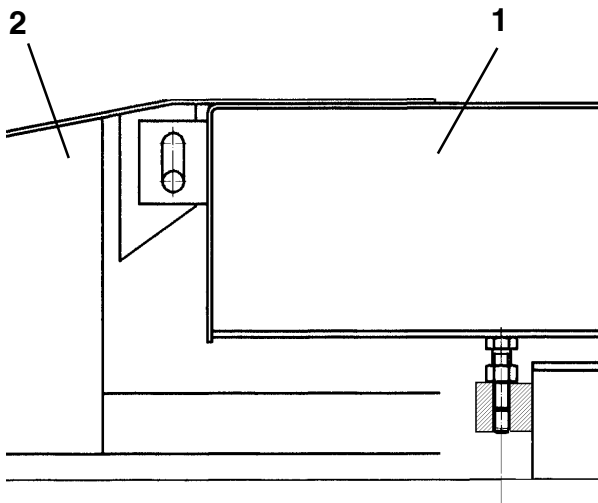

Fig.37
Rif. Fig. 37 - Procedere come al paragrafo 4.13 tenendo conto dell'allineamento delle pedane (1) rispetto alle rampe di salita (2).
Ref. Fig. 37. Proceed as described in paragraph 4.13, checking the alignment of the platforms (1) with respect to the approach ramps (2).
Rif. Fig. 37. Gemäß Paragraph 4.13 verfahren, dabei die Fluchtung der Fahrschienen (1) den Auffahrrampen (2) gegenüber beachten.
Ref. Abb.37. Suivre les marches au paragraphe 4.13 en considérant l'alignement des chemins de roulement (1) par rapport aux rampes de montée (2).
Ref. Fig. 37. Proceder como se indica en el párrafo 4.13 teniendo en cuenta la alineación de las plataformas (1) con respecto a las rampas de subida (2).